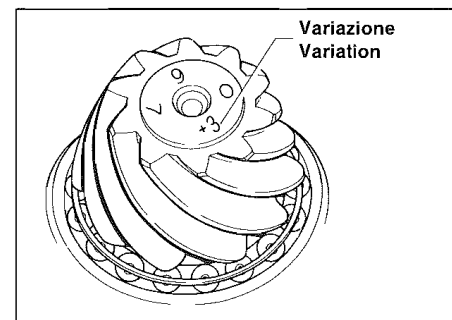

Fig. 33
- b) Controllare il numero di scostamento stampigliato sulla estremità del pignone (vedi **Fig. 33**). Questa misura è espressa in millesimi di pollice.
- b) Check the variation figure marked on the head of the pinion (see **Fig. 33**). This figure is given in thousandths of an inch.